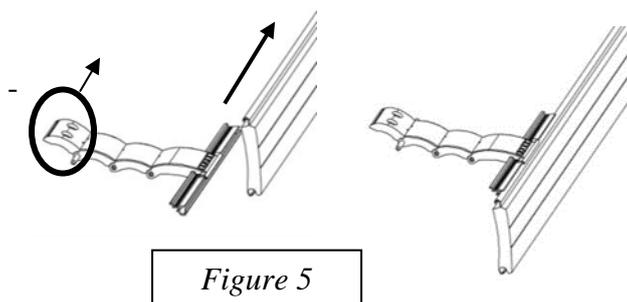

Figure 5
- Glisser les DVA sur la première lame du tablier (Figure 5)